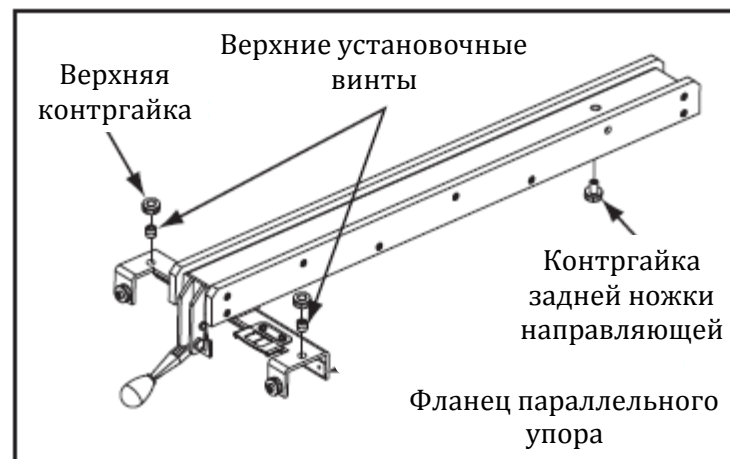

Рис. 78. Элементы параллельного упора, используемые для регулировки параллельного упора по высоте и перпендикулярности относительно стола
6. Ослабить верхние контргайки на фланце параллельного упора и контргайку на задней ножке направляющей, показанные на рис. 78.